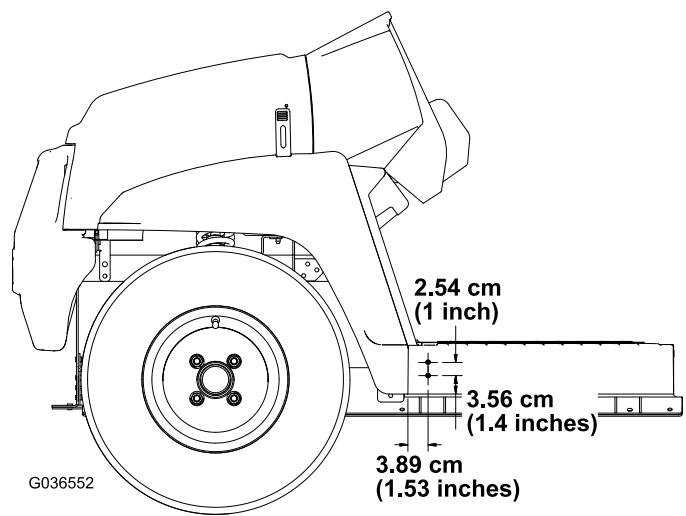

图3
2. 使用图3中所示的尺寸,在机器左右侧的底板外侧钻2个孔(5/16英寸)。